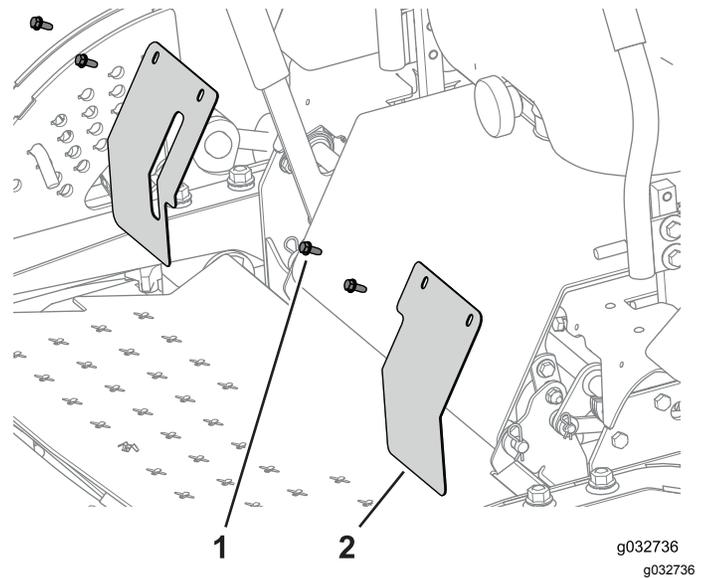

Figura 53
- Rimuovete i bulloni e le 2 piastre di copertura per accedere ai dadi e bulloni che fissano il telaio estivo alla macchina (Figura 53).